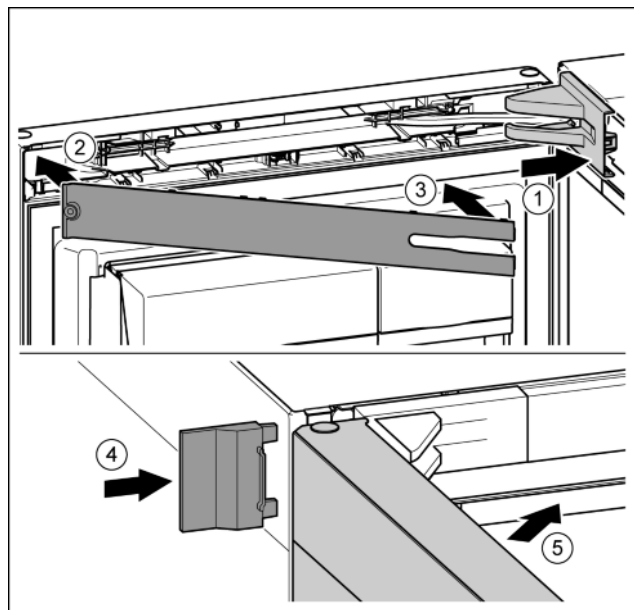

Fig. 24
- ▶ Lagerbockabdeckung aufsetzen und einrasten, ggf. vorsichtig auseinanderdrücken. *Fig. 24 (1)*
- ▶ Blende aufsetzen. *Fig. 24 (2)*
- ▶ Blende einschwenken und einrasten. *Fig. 24 (3)*
- ▶ Äußere Abdeckung aufchieben. *Fig. 24 (4)*
- ▶ Obere Tür schließen. *Fig. 24 (5)*